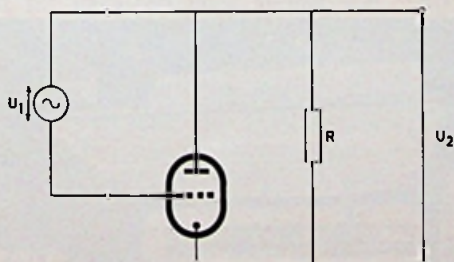

Fig. 10
- 2 In fig. 10 is het wisselstroomvervangingschema van een triodeschakeling gegeven.